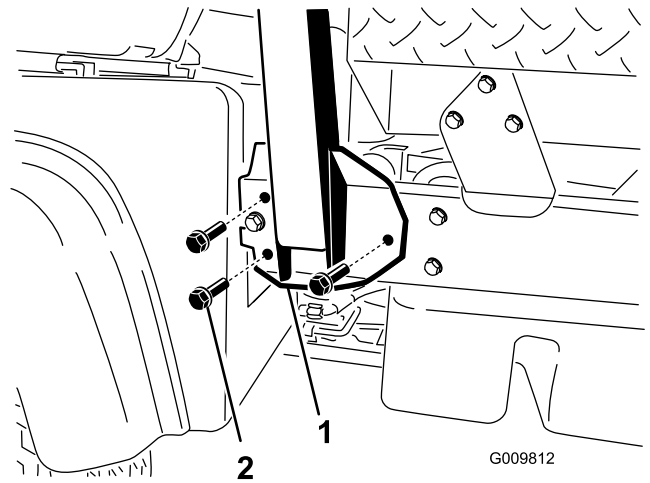

Figura 4
- Allineate i lati del sistema di protezione antiribaltamento ai fori di fissaggio su ogni lato del telaio della macchina, come illustrato nella Figura 4.